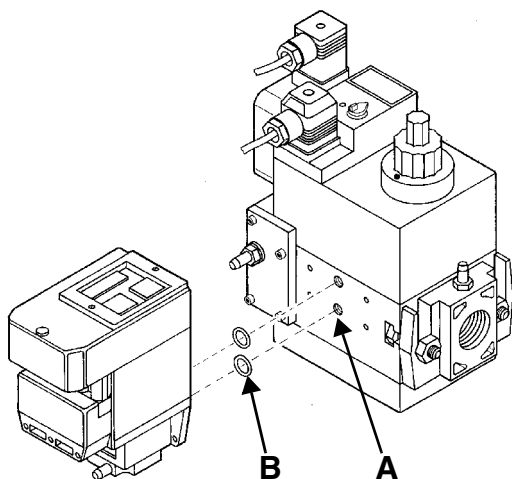

Рис. 49
- 3). снять крепежные винты группы Multibloc (Рис. 49-А)
- 4). вставить уплотнительные кольца (10,5x2,25) в VPS 504 (Рис. 49-В)
- 5). закрутить 4 винта блока контроля герметичности (М4х16) Рис. 49-С.